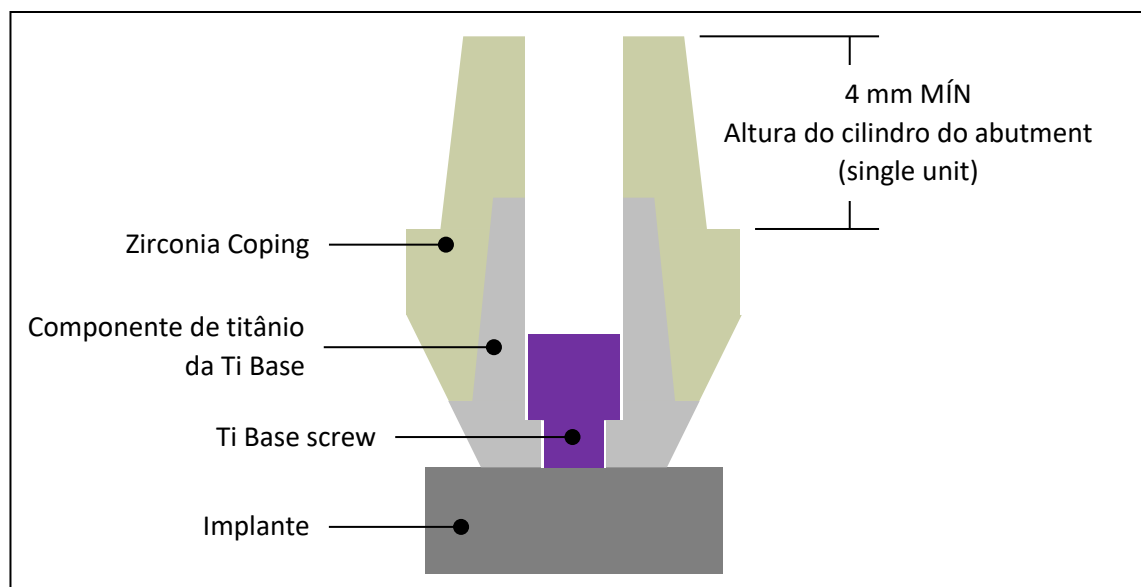

Figura 3 - Limitações de design da superestrutura de zircônia.
- Altura do cilindro do abutment $\geq 4,0$ mm (consulte a Figura 3)